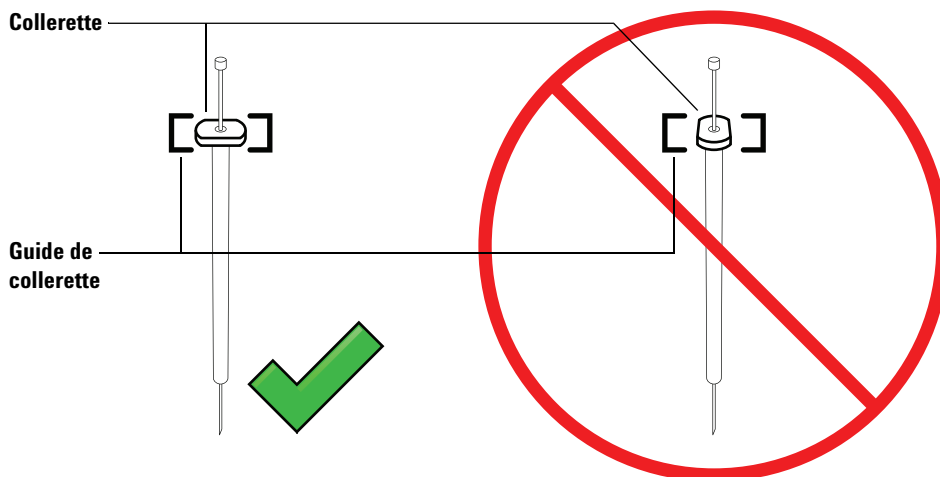

Figure 95 Orientation de la collerette de la seringue
- Alignez la collerette de la seringue avec le guide de collerette, puis appuyez sur la seringue pour la mettre en place, tout en maintenant l'extrémité de l'aiguille dans l'orifice de guidage du pied de support de l'aiguille. Assurez-vous que le côté plat de la collerette de la seringue soit visible (Figure 95).